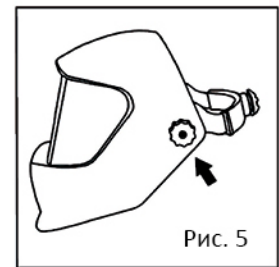

Рис. 5
6.8.2 Можна змінити кут маски шляхом регулювання гвинтів на двох сторонах маски (рис. 5).